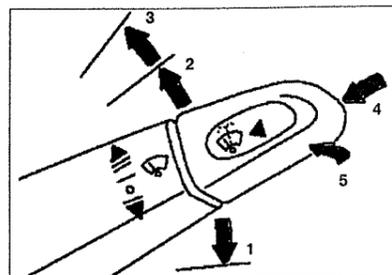

Рис. 1.30. Проверка работы стеклоочистителей и стеклоомывателей.
14. Установите выключатель стеклоочистителей в положение "ON", переместите его в положение "1", "2", "3", затем установите его в положение "OFF" (см.рис.1.30). Положение "1" — прерывистая работа стеклоочистителей, "2" — медленная работа стеклоочистителей, "3" — быстрая работа стеклоочистителей.